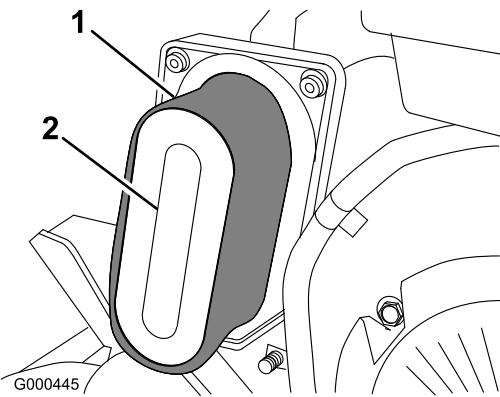

図 29
3. スポンジ(図 29)を点検し、汚れていればペーパー・エレメントから外す。スポンジをきれいに洗う。